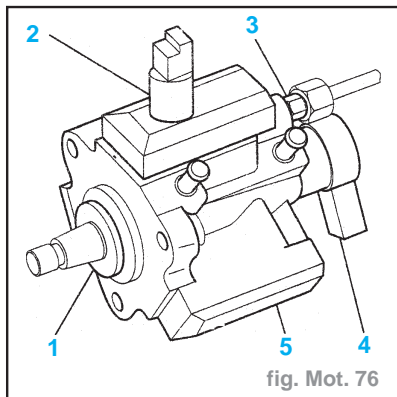

fig. Mot. 76
- Ne pas dissocier la pompe haute pression (5) carburant des éléments suivants (fig. Mot. 76) :
- désactivateur du 3ème piston de pompe haute pression carburant (2)
- régulateur haute pression carburant (4)
- bague d'étanchéité (1)
- raccord (3) de sortie haute pression (dysfonctionnement)